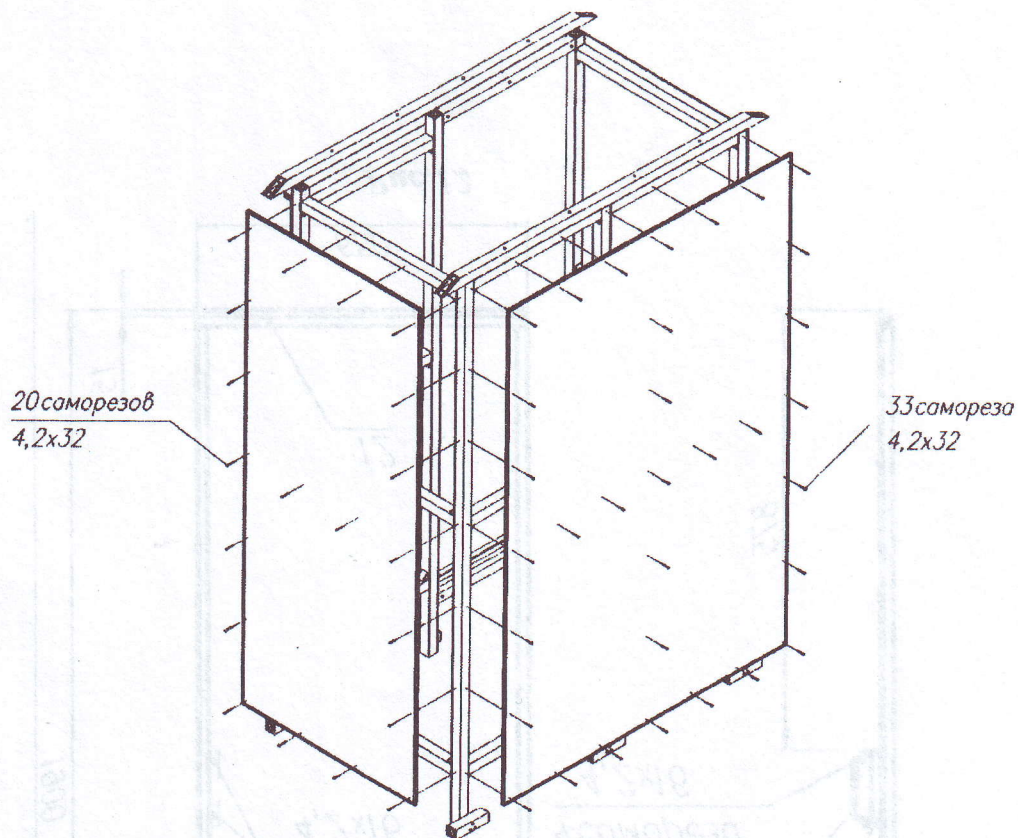

Рис.10
3.12. Снимите транспортировочную пленку с обеих сторон вырезанных кусков покрытия и прикрепите поликарбонат к задней, передней и к боковым стенкам кабины в соответствии с рис.10 и рис.11.